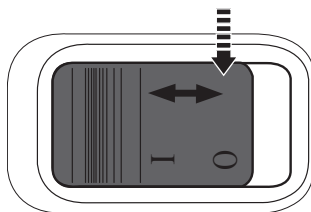

Fig. 17
> Presione la parte posterior del interruptor de Encendido/Apagado (4) de nuevo de modo que vuelva a su posición de apagado (Fig. 17).